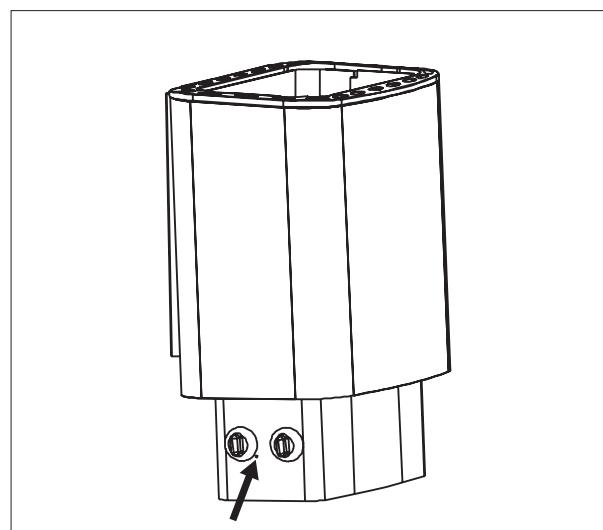

Abb. 8.
- Wenn die Temperatur auf einen gefährlichen Wert ansteigt, unterbricht der Temperaturregler den Strom zu den Heizstäben. Der Stromkreis kann wieder geschlossen werden, indem man durch das Loch von 3 mm Durchmesser am Ende des Anschlusskastens mit einem stumpfen Gegenstand den Temperaturregler zurücksetzt (Abb. 8).